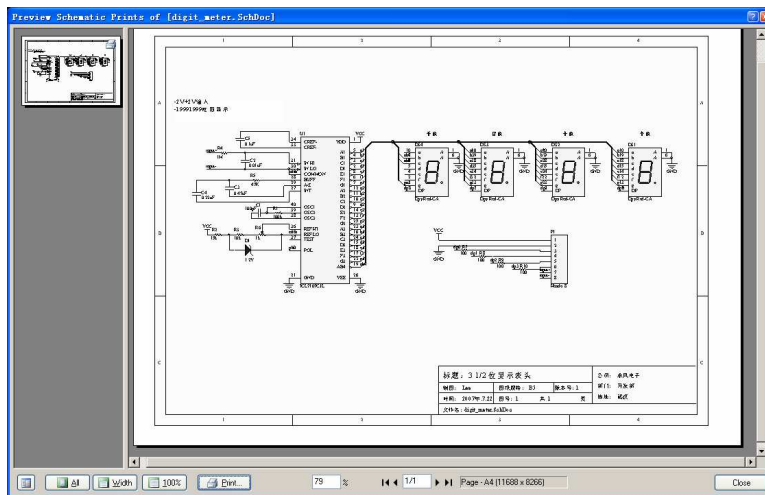

图 2.163 “Preview Schematic Prints of [digit_meter.SchDoc]”窗口
(4) 在“Printer Configuration for [Documentation Output]”对话框的“Printer”区域内的“Name”下拉列表中选择已安装的打印机设备。
(5) 单击“Printer Configuration for [Documentation Output]”对话框中的“OK”按钮，关闭该对话框，然后单击“Schematic Print Properties”对话框中的“Preview”按钮，打开如图 2.163 所示的“Preview Schematic Prints of [digit_meter.SchDoc]”窗口。